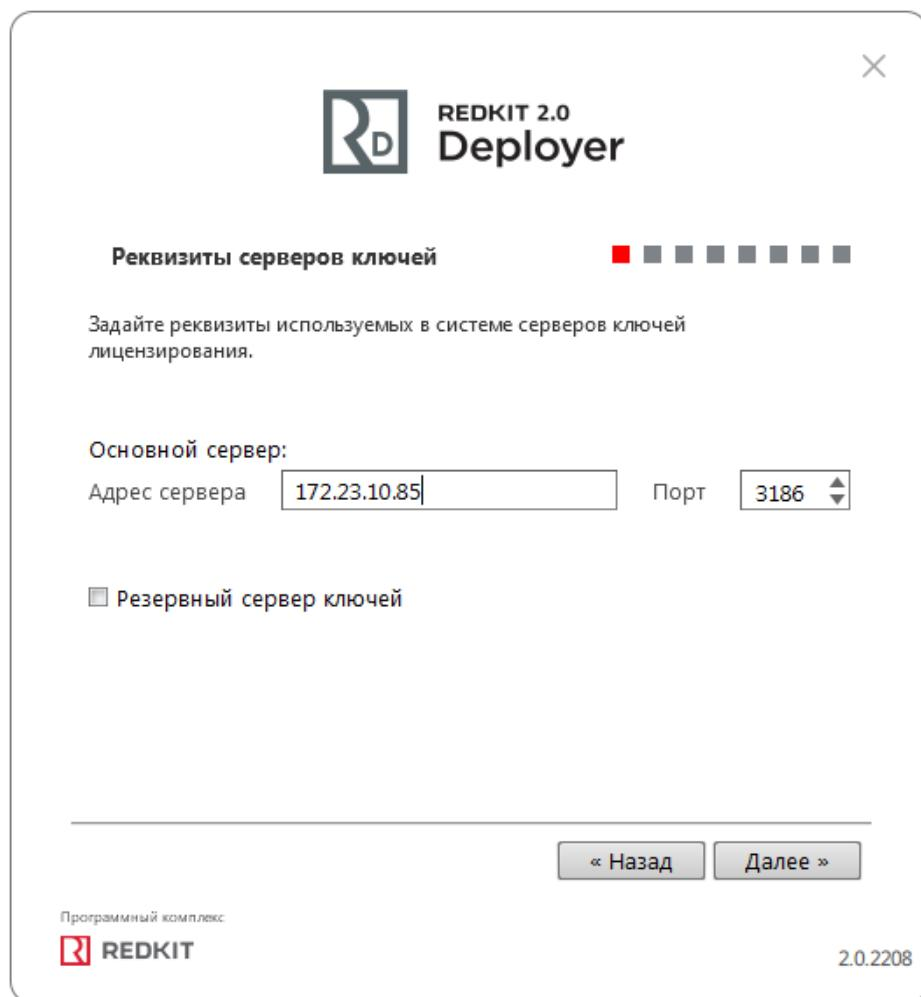

Рисунок 61 - Реквизиты серверов ключей
4. Укажите IP-адрес основного сервера ключей, порт оставьте по умолчанию. Нажмите **Далее** (Рисунок 61).